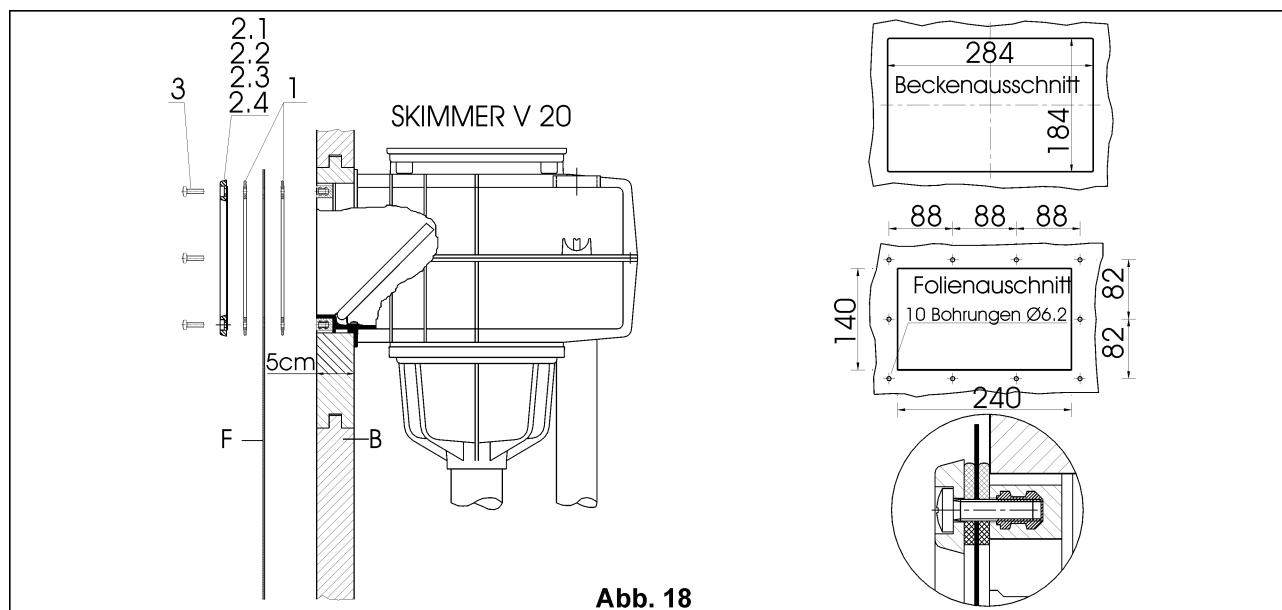

Abb. 18
3.6 Einbau der Skimmer V 20 in Holzbecken mit Folienauskleidung (Abb. 18)